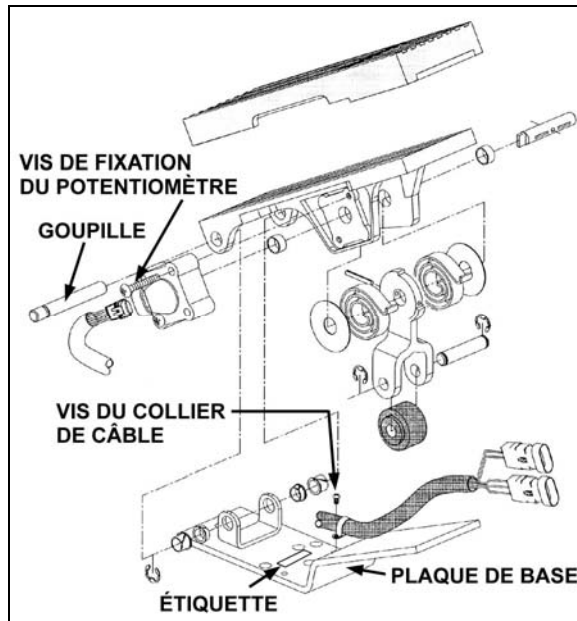

FIGURE 1
2. Repérer l'étiquette d'identification sur la plaque de base (voir la figure 1);